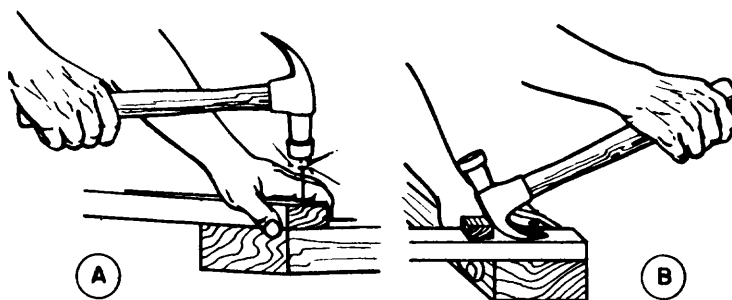

Fig. 6
1. Martillo de orejas, utilizado en trabajos generales de carpintería (fig. 6-A y 6-B).